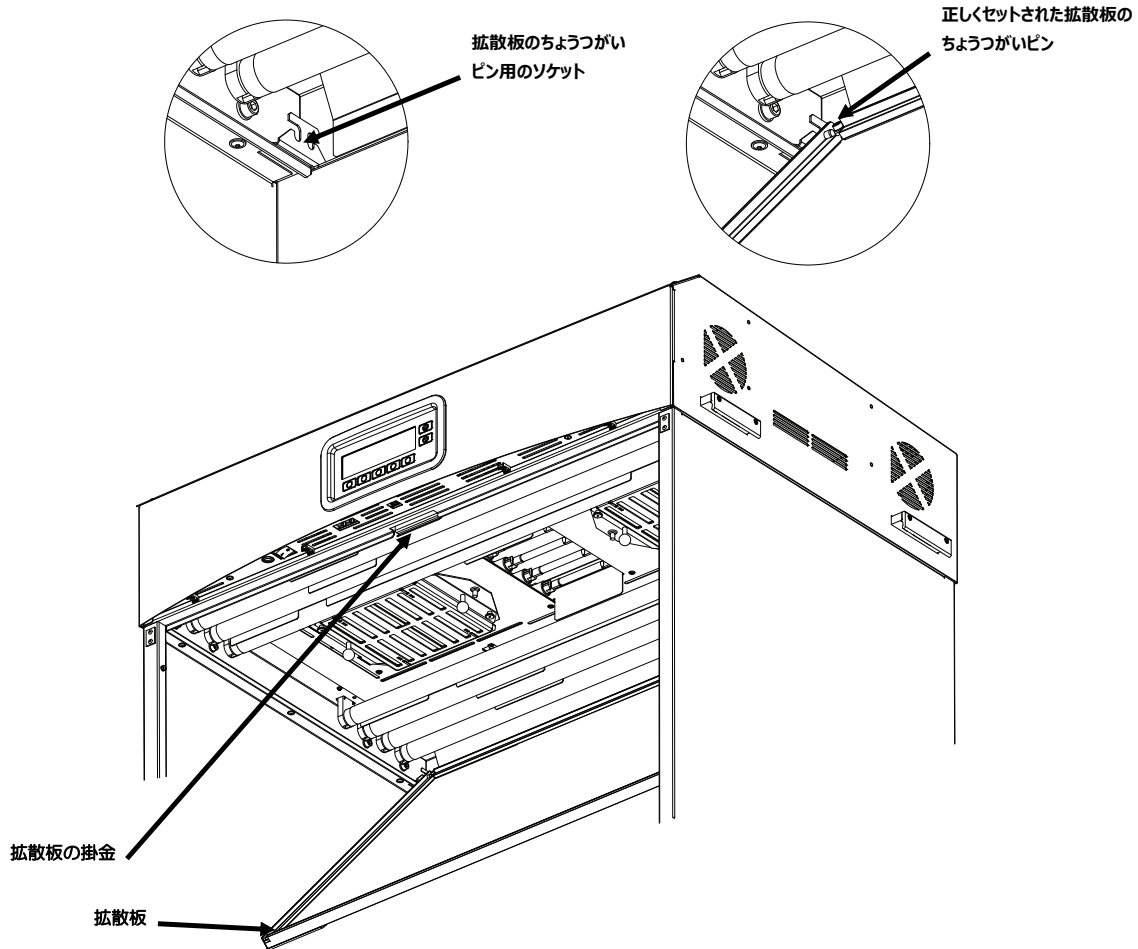

図 7： 拡散板が見える状態の光源装置
9. 光源装置本体後部の後角にある隙間のソケットの前に、後方の各角にある拡散板のちょうつがいのピンを挿入します。(図 7 参照)